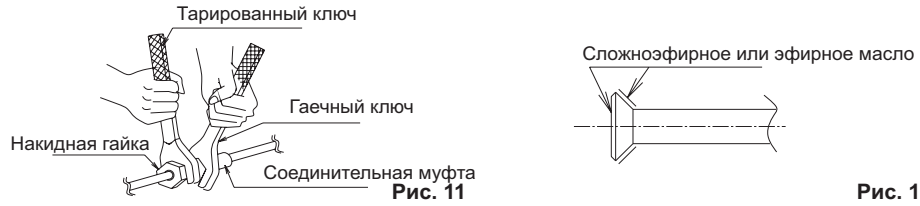

Рис. 12
- При соединении накидной гайкой, нанести на участок раструба (внутри и снаружи) сложноефирное или эфирное масло, сначала повернуть три-четыре раза, затем завинтить. (См. Рис. 12)